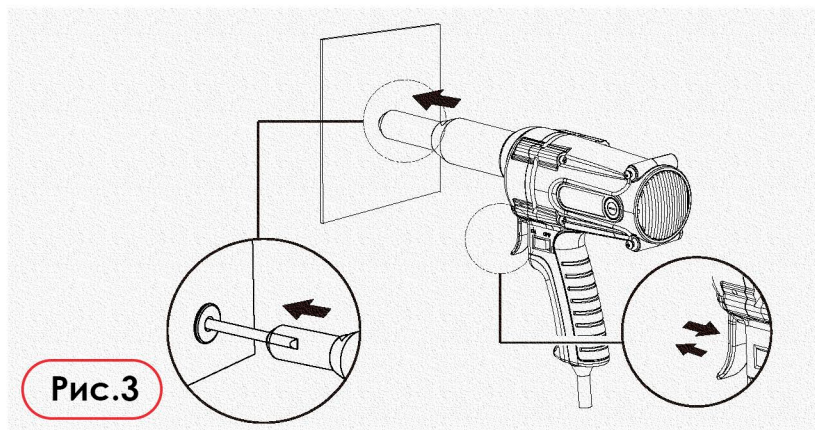

Рис.3
3) Вставьте стержень («хвост») заклепки в отверстие сменной насадки инструмента и нажмите на курок. Удерживайте его до характерного щелчка отрыва стержня от тела заклепки. (Рис. 3)